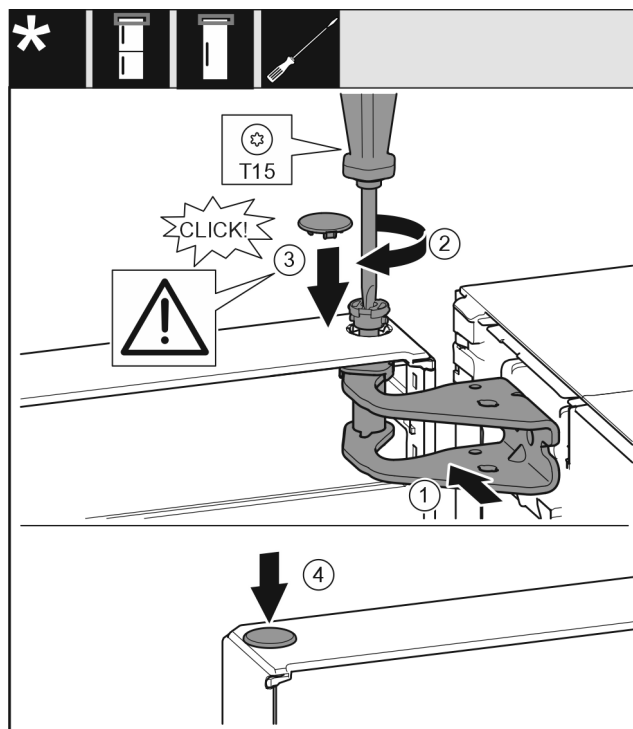

Fig. 19
- Orienter la porte en haut pour l'ouverture dans le support de palier. Fig. 19 (1)
- Poser le boulon et le visser avec un tournevis T15. Fig. 19 (2)
- Monter le cache de sécurité pour sécuriser la porte : Mettre en place le cache de sécurité et vérifier qu'il repose sur la porte. Sinon, enfoncer à fond le boulon. *Fig. 19 (3)*
- Mettre le bouchon en place. *Fig. 19 (4)*